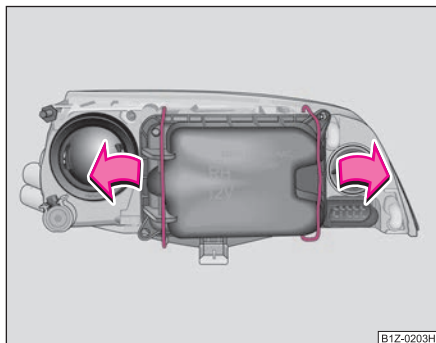

Fig. 225 Demontarea capacului luminii de poziție și de întâlnire
- Apăsați mânerul de sârmă în sensul săgeții, într-o parte și demontați capacul ⇒ fig. 225.